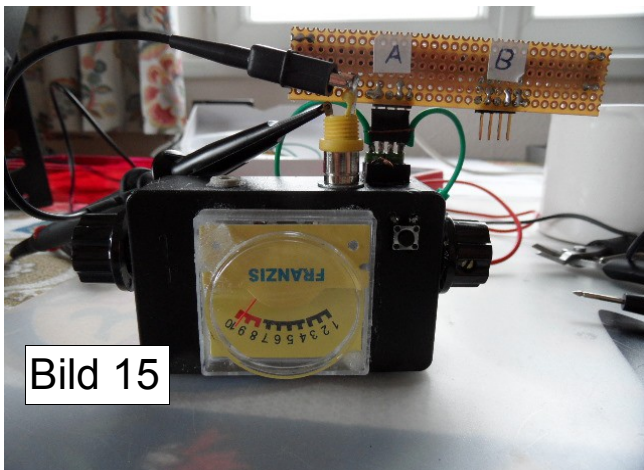

Bild 15
- e) Bild 15: erster Funktionstest des Oszillator.